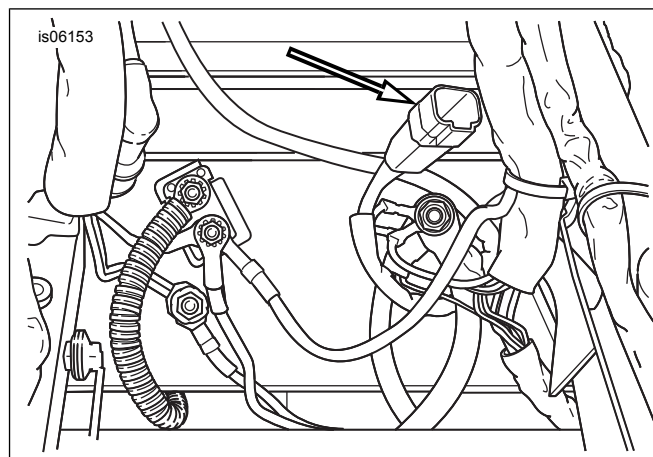

Abbildung 2. Lage des Nebenverbrauchersteckverbinders [4] unter dem Sitz
4. Den Adapterkabelbaum (7) aus dem Satz bereitlegen. Siehe Abbildung 2. Den vierpoligen Nebenverbrauchersteckverbinder [4] im Bereich unter dem Sitz ausfindig machen. Den Verschluss vom Nebenverbrauchersteckverbinder entfernen.